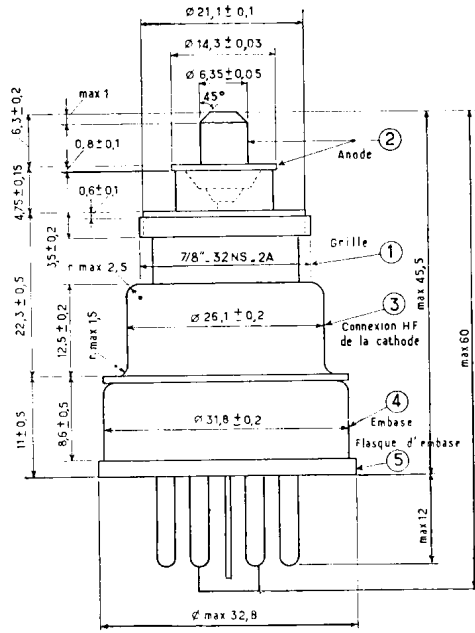
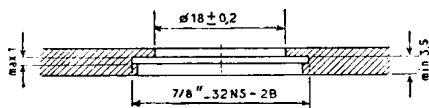

Figure 1 (Dimensions en mm)
Figure 2
(*) Pour tenir compte des excentricités maximales des pièces, se reporter aux points cerclés de (1) à (5) de la figure 1 :
- (1) On indique les excentricités par rapport à l'axe du trou fileté. Le disque de la grille est vissé complètement contre la surface de contact RF du flasque (d'un diamètre interne de 18 mm).
- (2) Excentricité maximale de l'axe de l'anode : 0,15 mm.
- (3) La distance entre la surface de la portion cylindrique de la connexion HF de cathode et l'axe du trou fileté est de 12,85 mm min et de 13,25 mm max. (voir la figure 2).
- (4) La tolérance sur l'excentricité de l'axe de l'embase est telle que celle-ci puisse entrer dans un calibre percé d'un trou de 32,5 mm de diamètre, à la condition que ce trou soit correctement centré par rapport à l'axe du trou représenté à la figure 2.
- (5) La tolérance sur l'excentricité de l'axe du flasque d'embase est telle que le flasque d'embase puisse entrer dans un calibre percé d'un trou de 33,5 mm de diamètre, à la condition que ce trou soit correctement centré par rapport à l'axe du trou représenté à la figure 2.